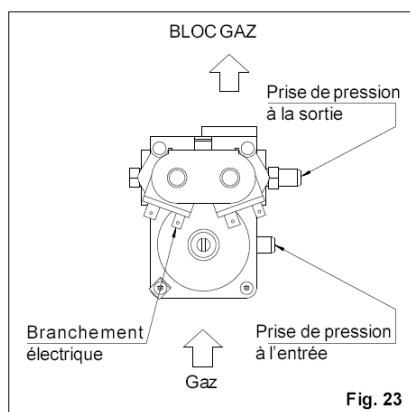

Fig. 23
Introduire le tuyau d'un manomètre à colonne d'eau dans la prise de pression à la sortie sur le bloc gaz (fig.23), après avoir dévissé de quelques tours ou avoir ôté la vis d'étanchéité. Mettre en fonction le radiateur et vérifier que la pression à la sortie du bloc gaz correspond à celle indiquée sur le tableau des caractéristiques techniques.
- f) Introduire le tuyau d'un manomètre à colonne d'eau dans la prise de pression en amont du bloc gaz, après avoir dévissé de quelques tours (fig. 23) la vis d'étanchéité.
- g)** Introduire le tuyau d'un manomètre à colonne d'eau dans la prise de pression à la sortie sur le bloc gaz (fig. 23), après avoir dévissé de quelques tours la vis d'étanchéité. Contrôler que la pression d'alimentation correspond à celle indiquée dans le tableau des caractéristiques techniques. Si la pression du gaz à la sortie du bloc gaz ne correspond pas aux valeurs indiquées dans le tableau des caractéristiques techniques, il faut contrôler la pression d'alimentation du gaz à l'entrée de l'appareil.